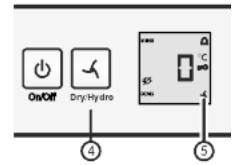

Fig. 3
- ▶ Impostare **hydro**: premere il tasto dry/hydro Fig. 3 (4) finché non si visualizza il simbolo . Rilasciare il tasto.
- ▷ Il simbolo dry/hydro Fig. 3 (5) si illumina.
- ▶ Impostare **dry**: premere il tasto dry/hydro Fig. 3 (4) finché non si spegne il simbolo . Rilasciare il tasto.